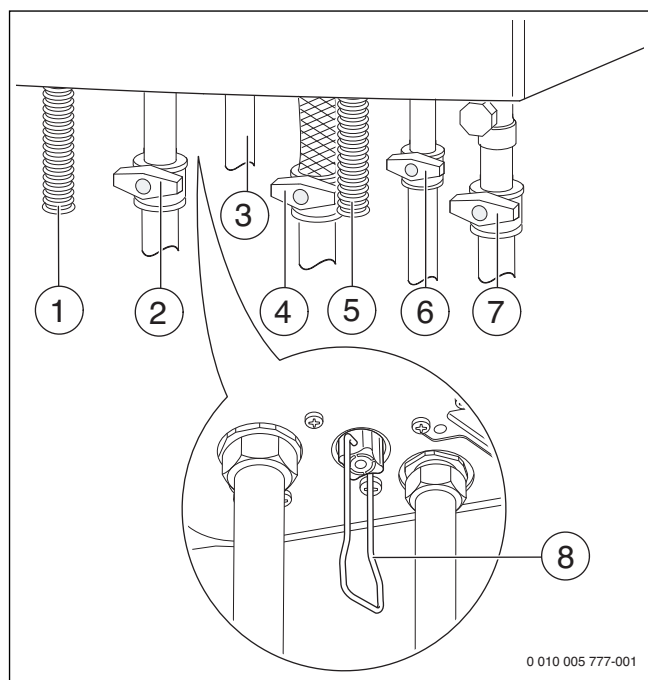

Рис. 26 Подключения газа и воды (дополнительная комплектация)
- ▶ Котлы GB062 ..K...: откройте кран холодной воды (→ рис. 26) и держите кран горячей воды открытым до тех пор, пока из него не потечёт вода.
- ▶ Откройте краны подающей и обратной линий отопления (→ рис. 26).
- ▶ Заполните отопительную систему до давления 1-2 бар (→ рис. 26) и закройте кран для заполнения и слива.